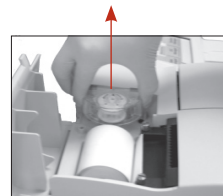

Ilustración 1: Retire el cartucho de la bomba peristáltica
2. Retire la bomba agarrando la carcasa con firmeza y tirando hacia arriba (ilustración 1).